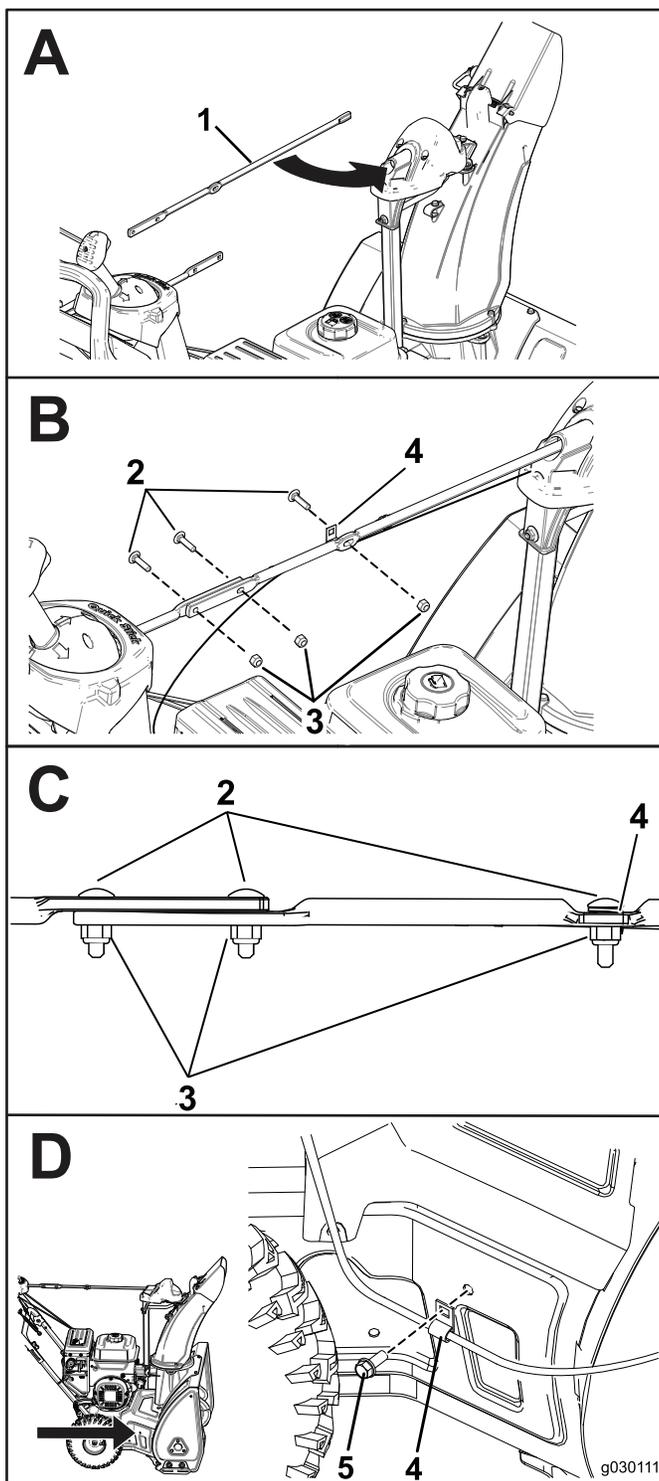

Figura 6
2. Montate l'asta del camino di scarico e fissate i cavi (Figura 6).